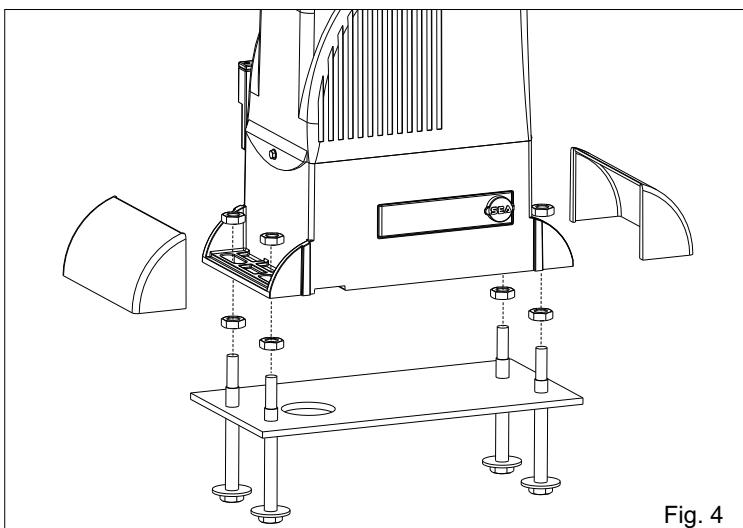
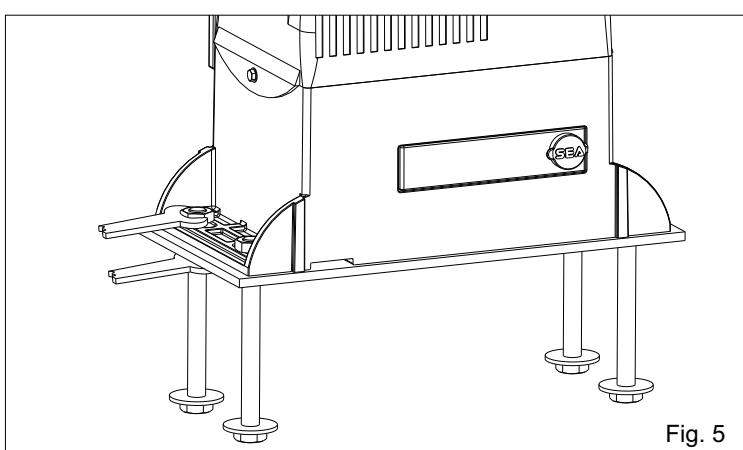

Fig. 4
Fig. 5
- Fijar el motorreductor a la placa de fundación regulando la posición lateral y su altura (Fig. 4 - Fig. 5) para respetar las cotas mencionadas en Fig. 2.